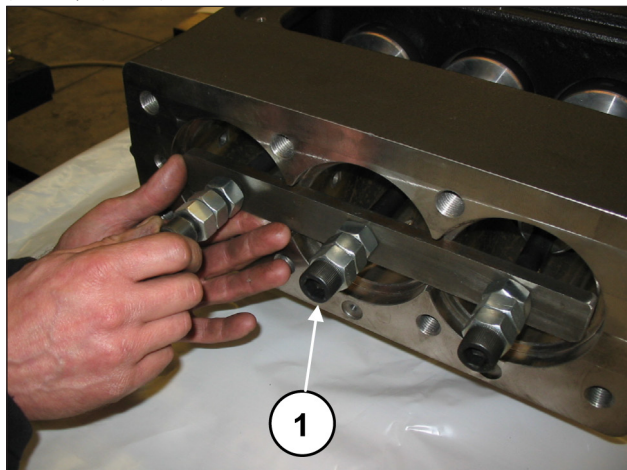
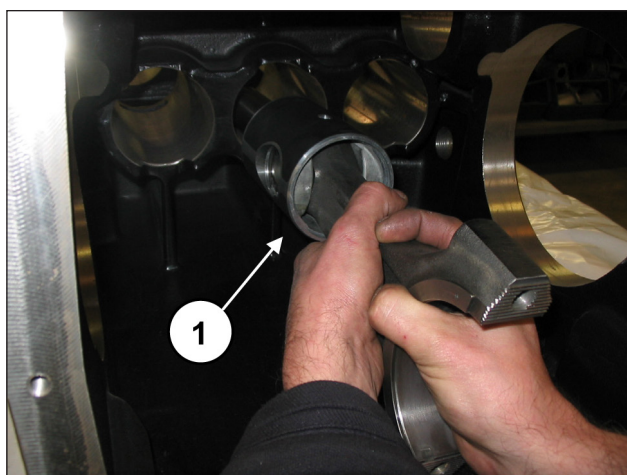

图 40
图 41
拧松工具（代码 27566200）的螺栓以松开连杆（位置①，图 40），接着从泵壳后方开口处抽出连杆/柱塞导承组件（位置②，图 41）。
确保曲轴箱已彻底清洁后，将半连杆/活塞导承组件插入曲轴箱管内(①，图 41)。
锁定三个组件，可利用编号为 27566200的专用工具(①，图 40)。
取出连杆锁紧工具（代码27566200）（位置①，图 40），向后滑动连杆，直到它们与曲轴接触。